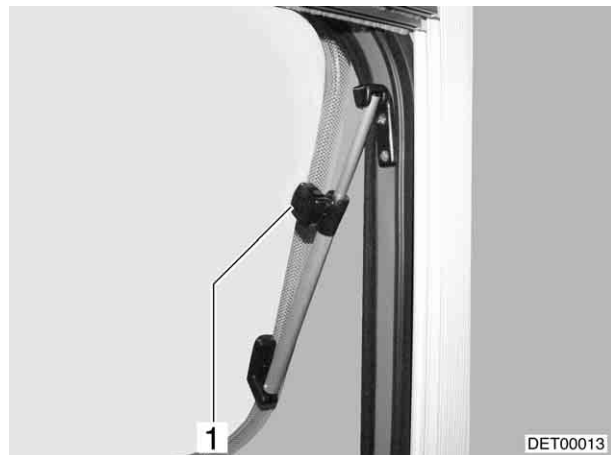

Fig. 42 Fenêtre projetante, ouverte
- Ouvrir la fenêtre projetante jusqu'à la position voulue et la bloquer avec la molette (Fig. 42,1).
- Tourner la molette (Fig. 42,1) jusqu'à ce que le dispositif de blocage soit libéré.